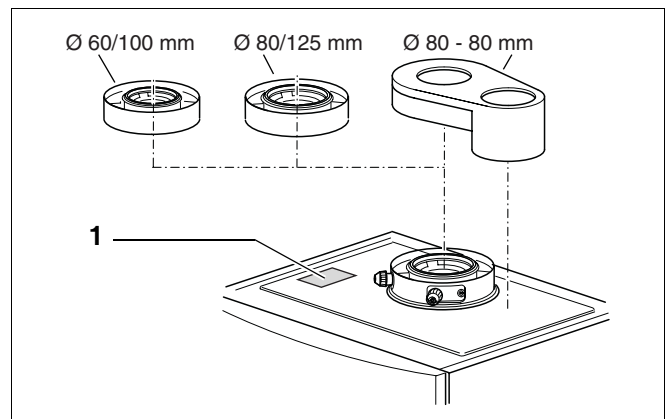

fig. 14 RGA-adapter
**Let op!** Voor het aansluiten van rookgasafvoermateriaal op het cv-toestel moet een RGA-adapter worden geplaatst (→ fig. 14). Deze wordt in 3 maatvoeringen geleverd:
“xx” is een variabele waarde en kan voor dit cv-toestel worden vervangen door de genoemde waarden, zoals vermeld staan op de typeplaat (→ fig. 14, [1]).